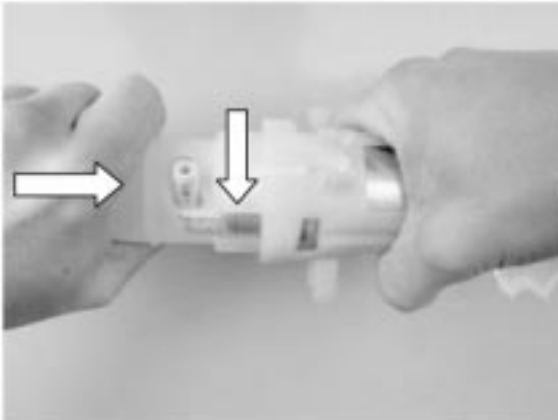

Abb. 10
- Das Werkzeug seitlich verdrehen, so dass der abgewinkelte Druckstutzen der Pumpe in die Aussparung im Werkzeug greift (siehe → Abb. 10).